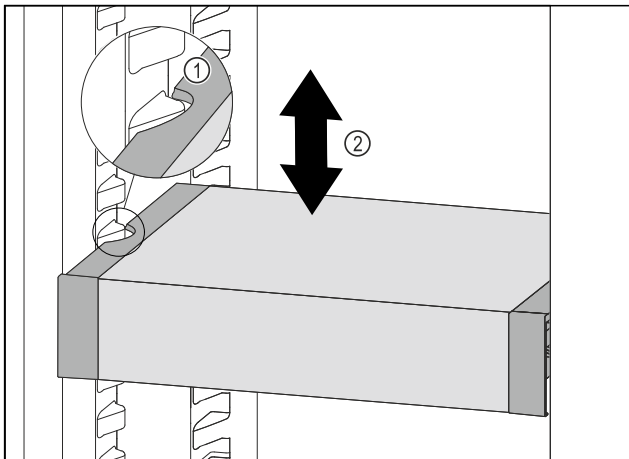

Fig. 123
- ▶ VarioSafe naar voren trekken tot de uitsparingen aan de zijkant van de VarioSafe zich ter hoogte van de rib in het koelgedeelte bevinden. Fig. 123 (1)
- ▶ VarioSafe in het koelgedeelte omhoog of omlaag bewegen tot de gewenste hoogte is bereikt. Fig. 123 (2)